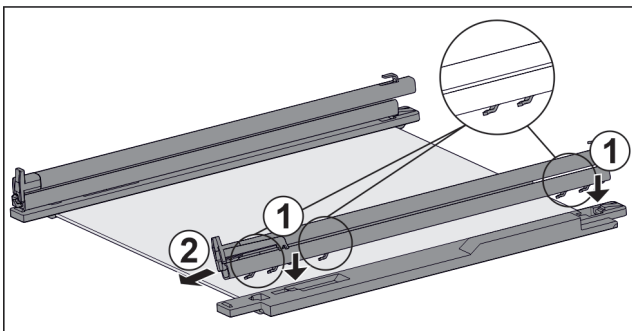

Fig. 131 Glasplatte mit Schienen und Halteteilen
- ▶ Haken der Schiene auf die Öffnungen des **linken** Halteteils setzen. Fig. 131 (1)
- ▶ Schiene nach vorne ziehen. Fig. 131 (2)
- ▶ Haken der Schiene auf die Öffnungen des **rechten** Halteteils setzen. Fig. 131 (1)